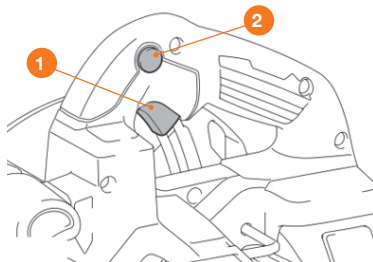

Рис. 10
- Зажмите кнопку блокировки включения ② (Рис. 10).
- Нажмите кнопку включения ①.
- Отпустите кнопку блокировки включения ②.
- Для остановки двигателя отпустите кнопку включения ①, дождитесь полной остановки диска.